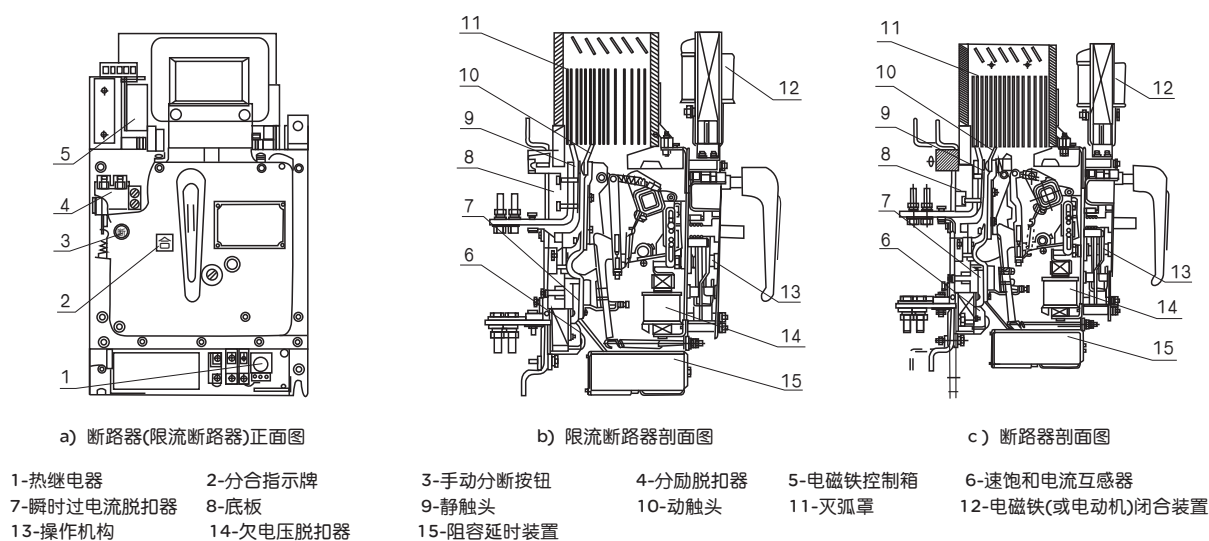

图5
□ 断路器及限流断路器均为立体布置形式，触头系统、瞬时过电流脱扣器、左右侧板安装在一块绝缘板上，上部装有灭弧系统正前方为操作机构，在机构的左上方有“分”、“合”指示及手动断开按钮，操作机构的左上方装有分励脱扣器及DK-2或DK-10或DK-1F电磁铁操作控制箱，中间装合闸电磁铁（单纯手动合闸或装有电动机闭合装置的断路器及限流断路器则不安装合闸电磁铁及操作控制箱）。其内侧装有欠电压脱扣器与脱扣半轴相连。速饱和电流互感器套在下母线上，欠电压阻容延时装置，热继电器分别装在断路器底部（见图5）。